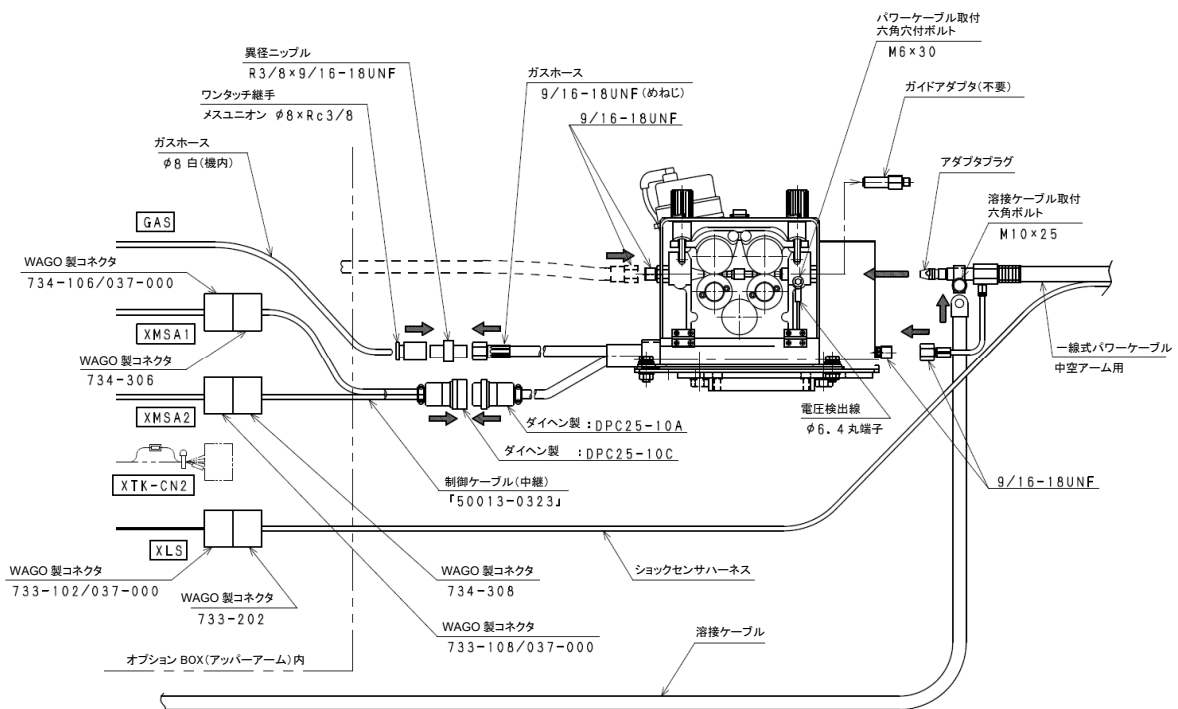

図 1.8 制御ケーブルおよびガスホースの接続 (BA006N/L)
2. 図 1.8を参考にオプションBOX内ケーブル付属のコネクタ(XMSA1, XMSA2)と制御ケーブル(中継)(オプション)を接続してください。また、オプションBOX内のガスホースを取り出し、異径ニップル(オプション)・ワンタッチ継手(オプション)を取り付け、ワイヤ送給装置のガスホースと接続してください。